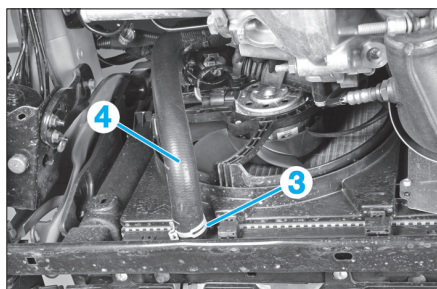

Fig. 17
- Lever le véhicule puis desserrer le collier (3) (Fig.17).